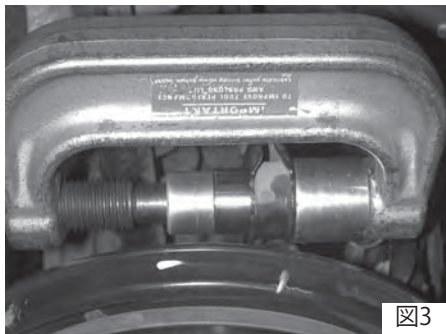
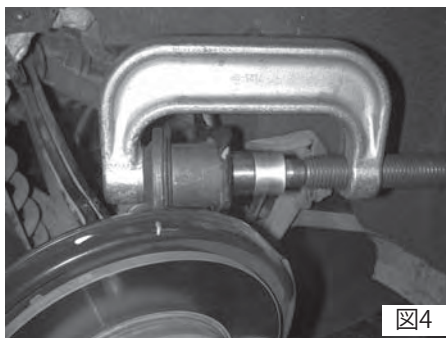

図3
図4
7. ブッシングは同じサイズです。プレスツールアダプタを使って、新しいブッシングを各アッパーアームの真ん中まで圧入します。(図3)前側のアームのレシーバには#72509のアダプタを使います。(図4)